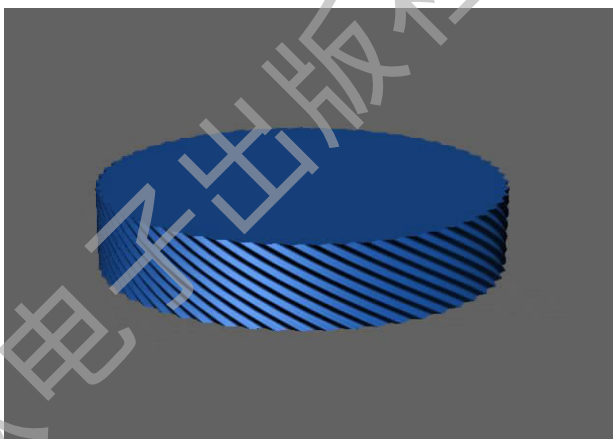

图 2-59 扭曲
Step 3. 进入  修改面板, 在修改列表中选择扭曲修改器, 如图 2-59 示。